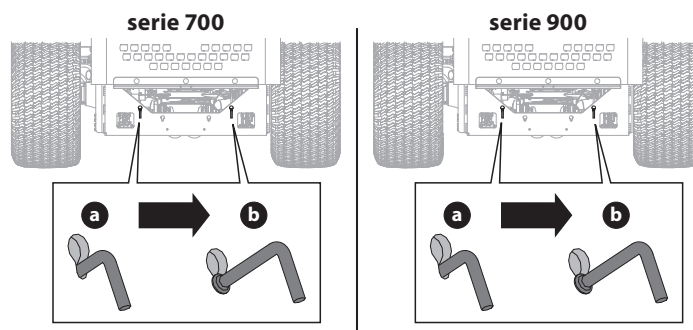

Figura 42
1. Para engranar las varillas de derivación de la transmisión, tire de la varilla (a) hacia arriba en la abertura más grande de la ranura de la llave y, a continuación, tire hacia atrás hasta que el collarín de la varilla pase a través del bastidor (Figura 42).
2. Vuelva a bajar la varilla en la abertura más pequeña de la ranura de la llave, asegurándose de que el collarín quede asegurado en la parte exterior del bastidor (b). Repita el proceso en el lado opuesto (Figura 42).